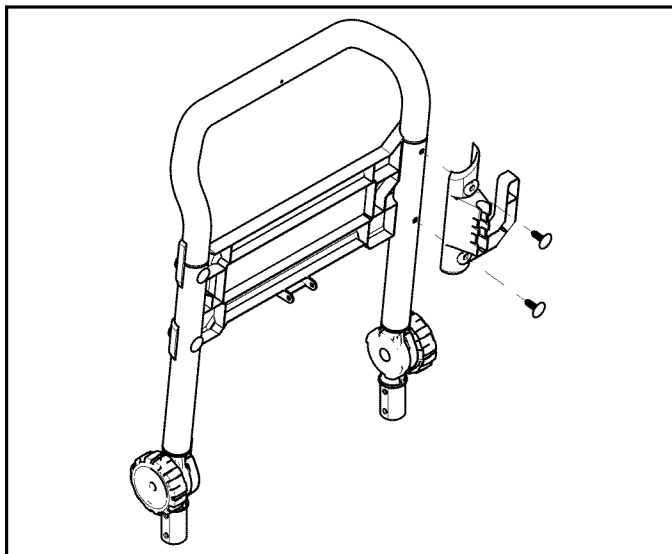

Figure 4-1. Attacher le crochet du pistolet à l'ensemble de la poignée
1. Installez le crochet du pistolet sur l'ensemble de la poignée au moyen des (2) pincas à coulisse fournies. Alignez les trous et insérez les pincas à coulisse dans les trous jusqu'à ce qu'elles soient au même niveau que le crochet du pistolet (Figure 4-1).